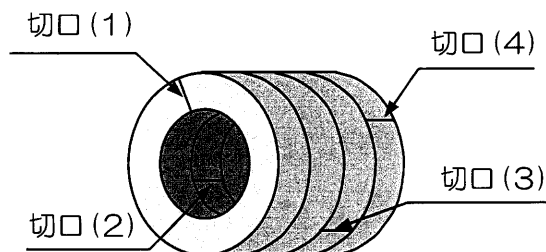

図3. パッキンの挿入
- パッキンの切り口は重ならないように 90° または 120° ずつずらして挿入して下さい。(図3参照)